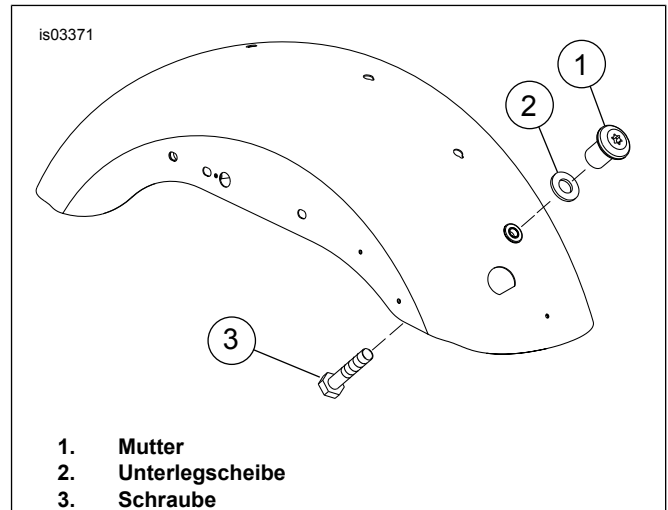

Abbildung 1. Befestigungsteile für vorderes Schutzblechloch (Schutzblech für Modelljahr 2006 abgebildet)
- Siehe Abbildung 1. Sitzstangenscheibe (2) und Schraube (3) aus dem vorderen Schutzblechloch ausbauen und entsorgen.
2. Siehe Abbildung 1. Mutter (1), Unterlegscheibe (2) und Schraube (3) aus dem oberen Schutzblechloch ausbauen und entsorgen.